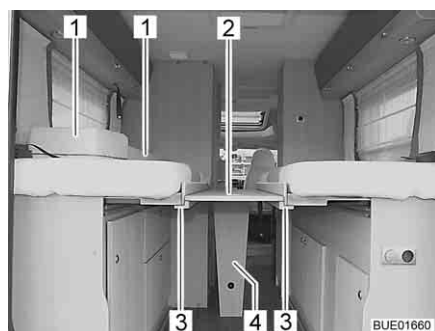
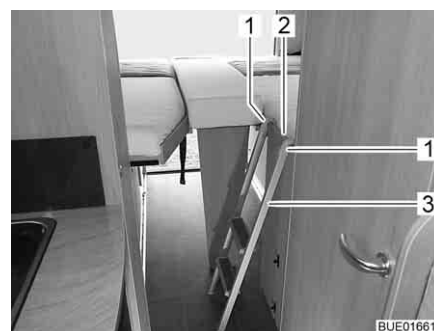

Fig. 85 Ensanchamiento de cama, colocado
Fig. 86 Escalera de ascenso
- Desplegar el apoyo (Fig. 85,4) del ensanchamiento de cama (Fig. 85,2).
- Depositar el ensanchamiento de cama sobre los dos soportes (Fig. 85,3) de los somiers de tal modo que el borde posterior del ensanchamiento de cama esté al ras con los somiers (Fig. 85).
- Colocar dos cojines adicionales (Fig. 85,1) sobre el ensanchamiento de cama (Fig. 86).
- Enganchar la escalera de ascenso (Fig. 86,3) con las dos horquillas (Fig. 86,1) en el listón (Fig. 86,2) en el somier.